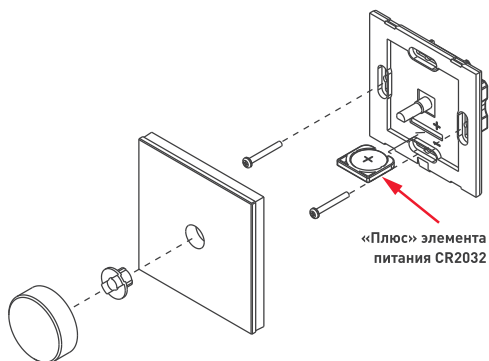

Рисунок 1. Установка элемента питания и монтаж панели управления.
- 3.2. Снимите вращающуюся ручку и втулку (см. Рис. 1).